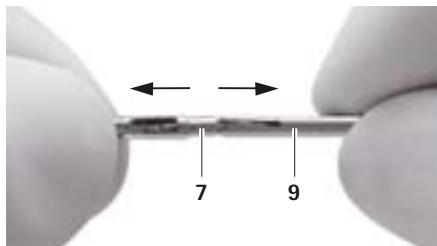

Fig. 4
– Retirar o tubo interno 9 do acessório instrumental 7, ver Fig. 4.